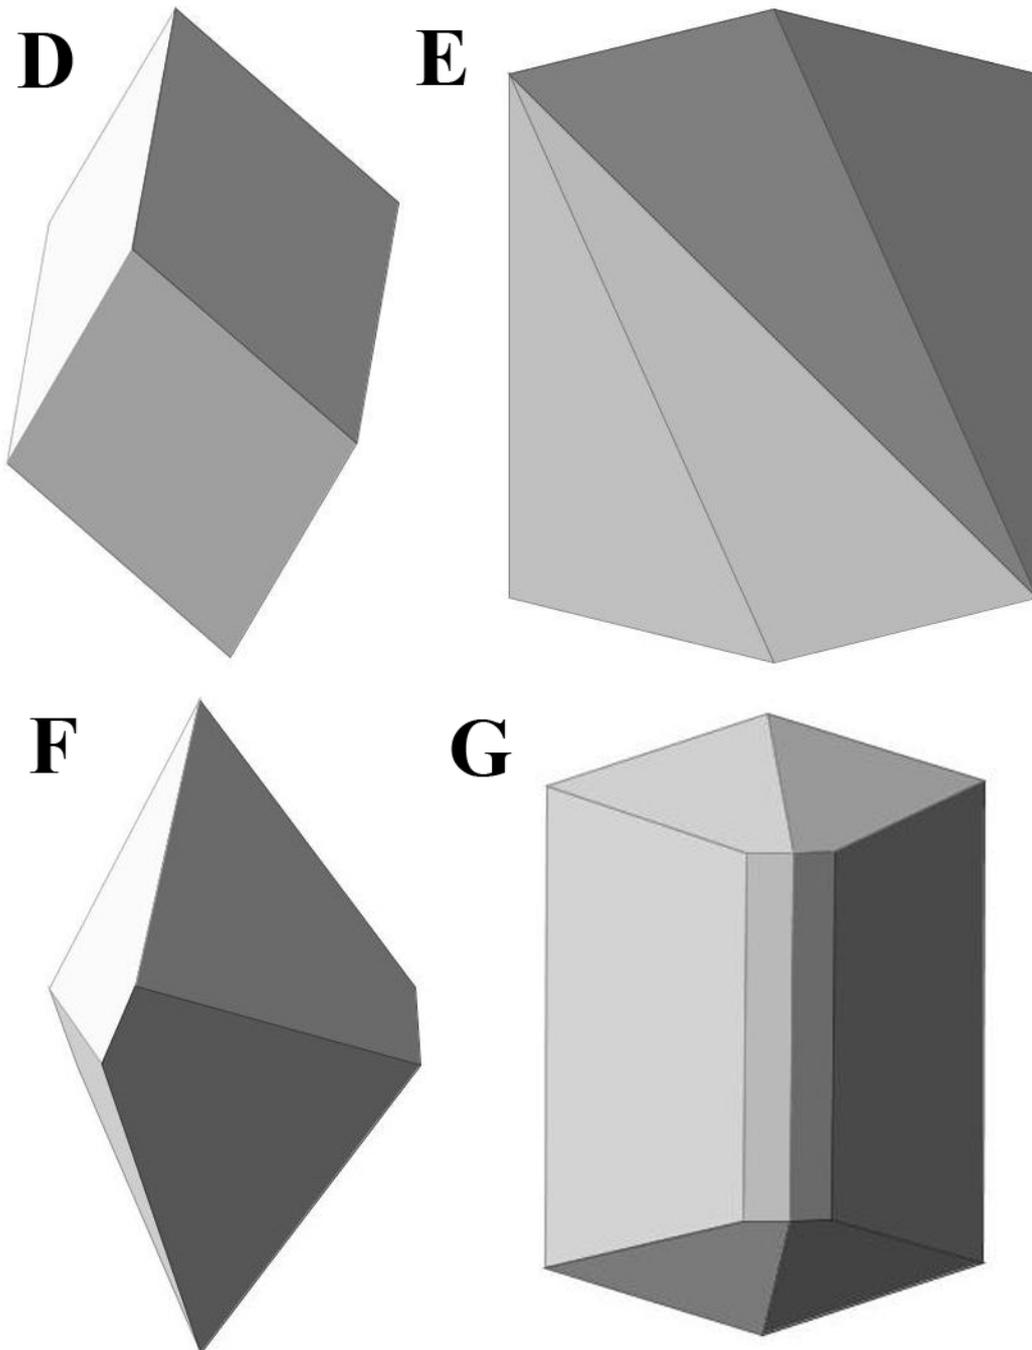

Figura 3
2. En los poliedros que se presentan en la figura 3 realiza las siguientes actividades